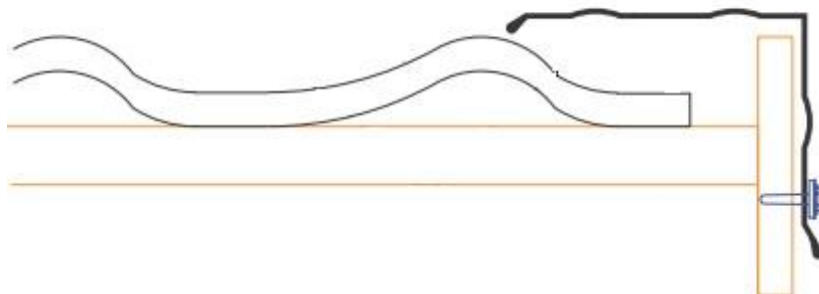

Рис. 1
1. Установить, как показано на рис. 1 и загерметизировать герметиком